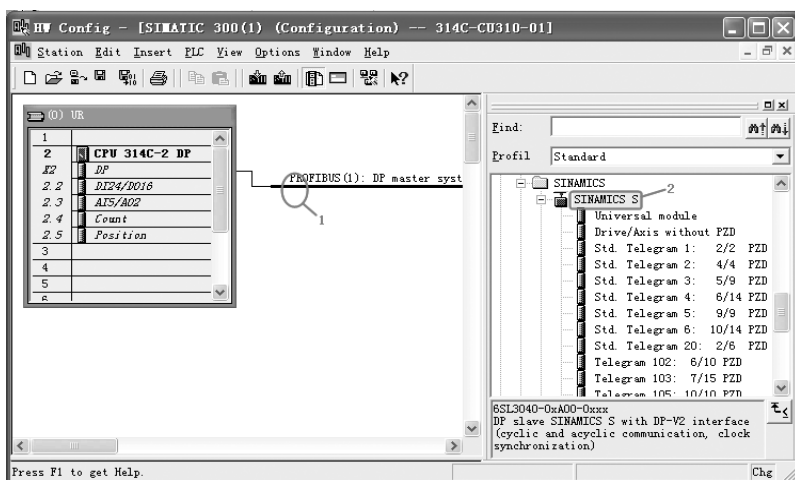

图 11-48 将 SINAMICS S120 挂到 PROFIBUS 总线上
② 将 SINAMICS S120 挂到 PROFIBUS 总线上。将界面切换到硬件组态上，先选中“1”处，再双击“SINAMICS S”，如图 11-48 所示，SINAMICS S120 挂到 PROFIBUS 总线上。